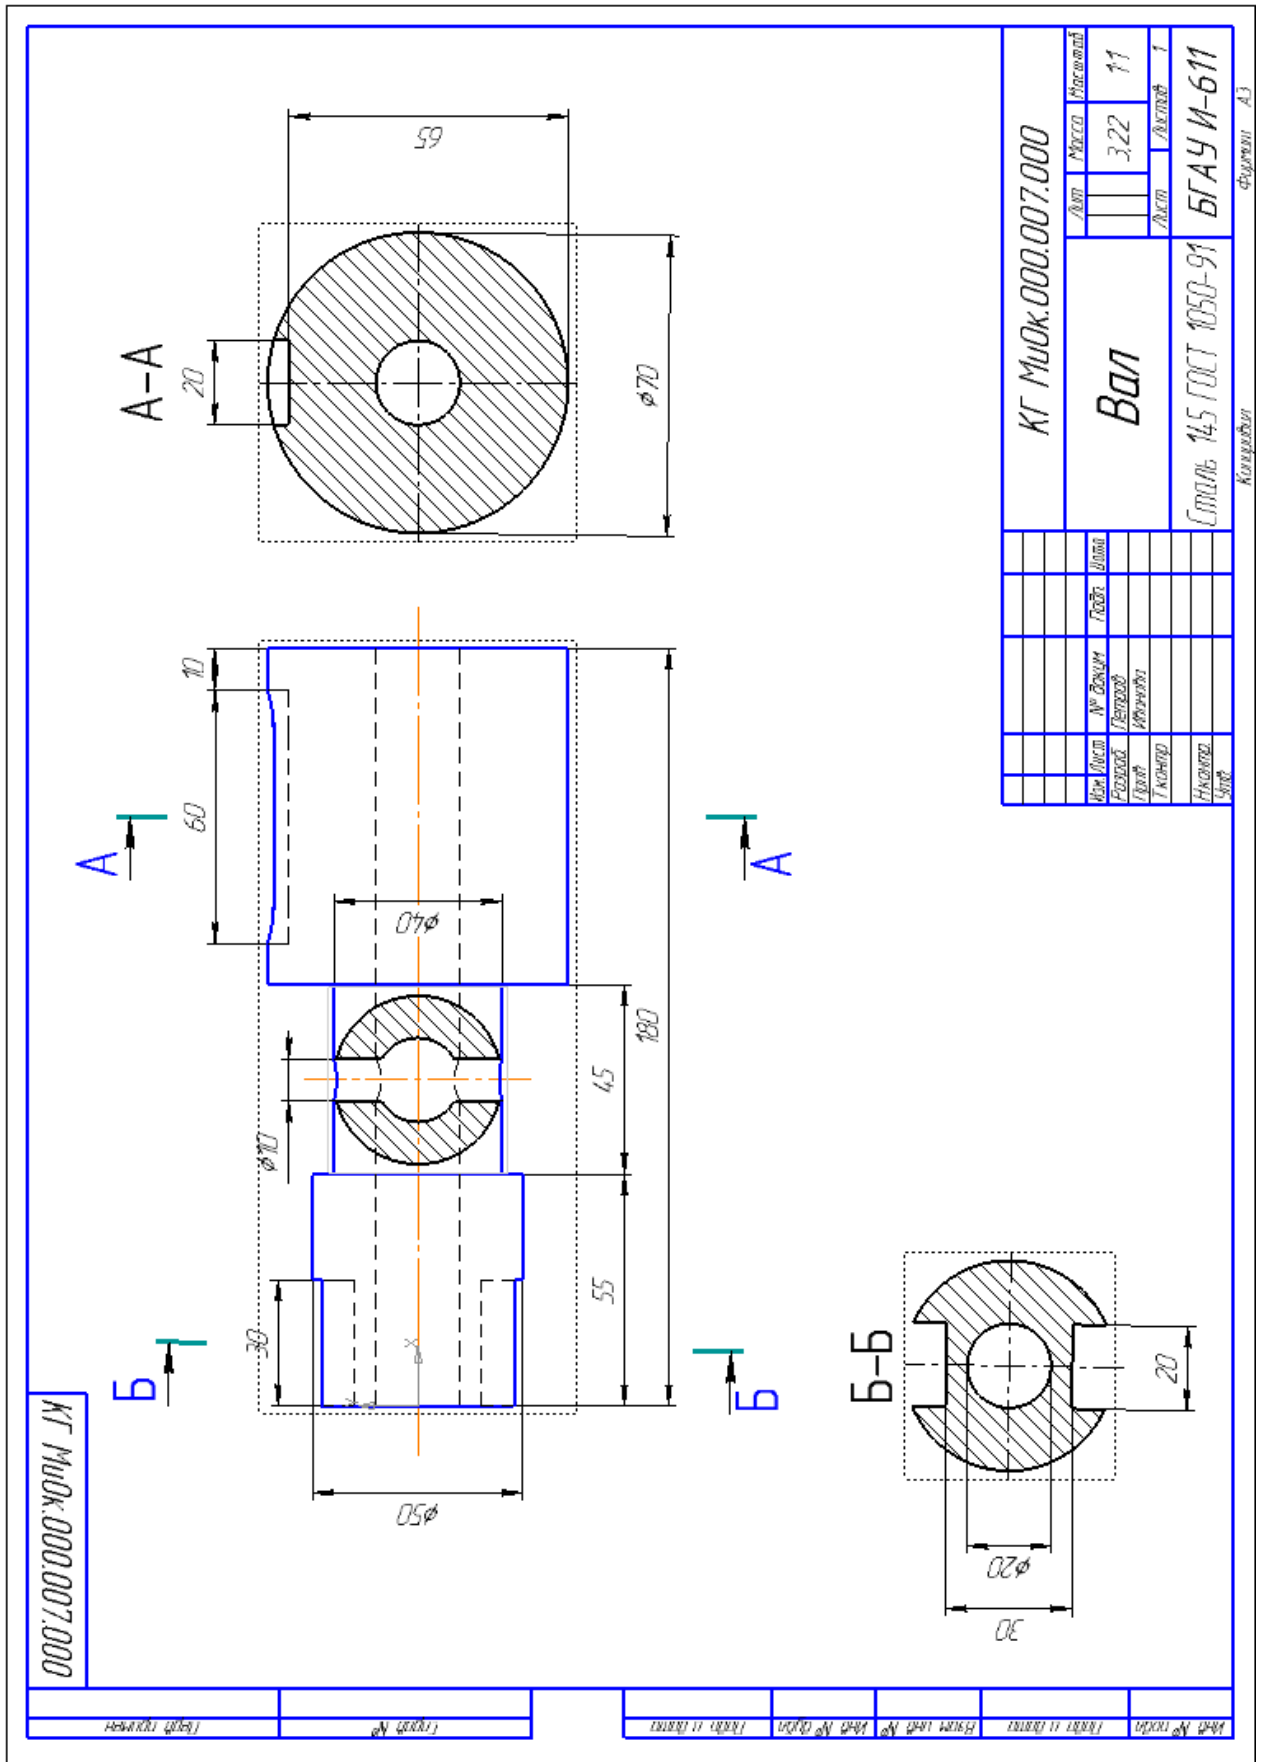

Рисунок 24.
26. После расположения всех выполненных разрезов и сечений. Проставить необходимые размеры, заполнить основную надпись (рисунок 24).